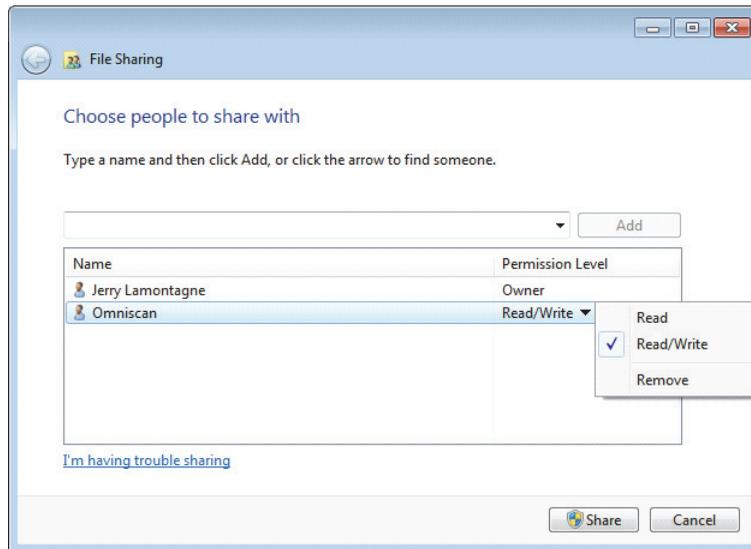

Figure 7-29 Réglage des autorisations dans la boîte de dialogue File Sharing (Windows 7)
6. Dans le volet **Permission Level** (Niveau de sécurité), sélectionnez **Read/Write** (Lectures/Écriture) pour **OmniScan** (voir la Figure 7-29 à la page 241).